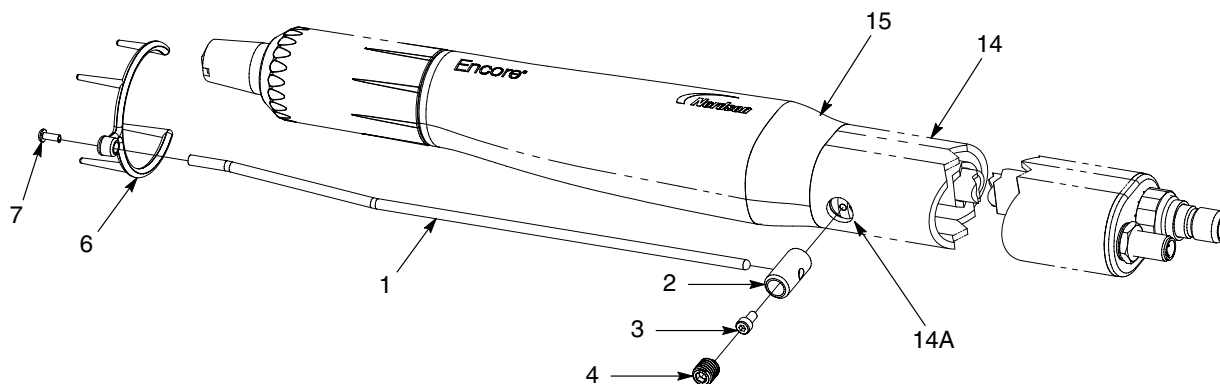

Figure 3 Installation du collecteur d'ions – Pistolet à fixation sur tube
9. Voir la figure 3. Le cas échéant, retirer le bouchon du trou de fixation (14A).
10. Insérer le montant (2) à travers le trou de fixation (14A) et le fixer à la plaque de mise à la terre dans le corps arrière (15) avec la vis à six pans creux (3).
11. Insérer la tige du collecteur (1) dans le montant et la bloquer avec la vis de blocage (4) M10 x 10 à pointe en nylon.
12. Fixer la pointe multiple (6) de la tige du collecteur (1) avec la vis M3 x 8 (7).